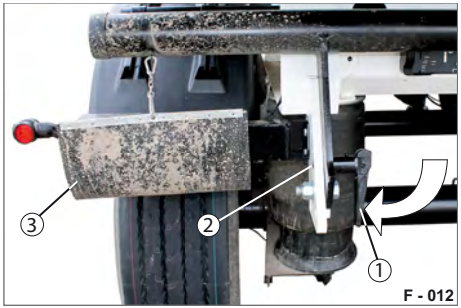

Abb. 37 Unterfahrerschutz sichern
- ▶ Schwenken Sie den Federriegel (Abb. 37/1) zu.
Der Bolzen (Abb. 37/2) fährt in die Bohrung am Fahrgestell.